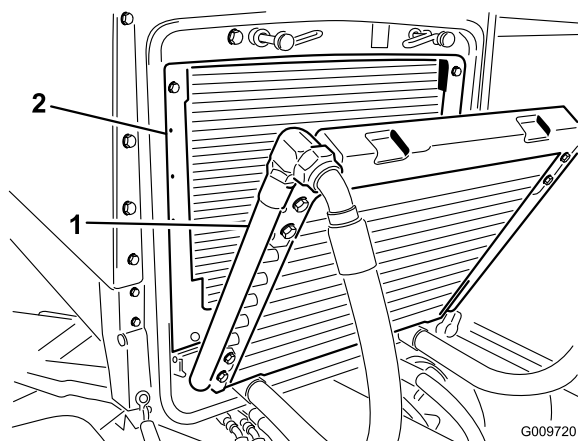

Figura 51
3. Girate indietro il radiatore dell'olio. Pulite accuratamente entrambi i lati dell'area del refrigeratore dell'olio e del radiatore utilizzando aria compressa (Figura 51). Iniziate dal lato anteriore ed eliminate i detriti spingendoli verso la parte posteriore. Successivamente eseguite la pulizia partendo dalla parte posteriore e soffiando l'aria verso la parte anteriore. Ripetete la procedura più volte fino a rimuovere completamente sporcizia e detriti.